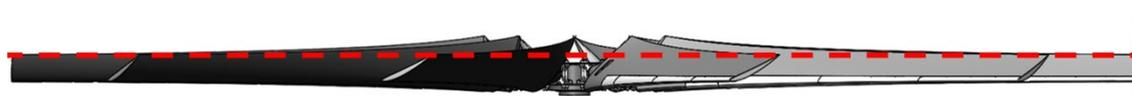

Figura 18 - Variação vertical
A fixação da pá também deve ser feita observando uma variação máxima na posição vertical (ponta da pá em relação ao plano rotacional) de $\pm 2 1/4''$ (\pm 57,2mm) conforme **Figura 18**. O plano rotacional é definido por um plano que contém todos os vértices dos bordos de fuga das pás. Uma maneira de verificar essa tolerância é girando o ventilador e marcando a altura de cada vértice do bordo de fuga no difusor na mesma posição e, em seguida, medindo a distância entre os dois extremos. Esta distância não deve exceder $4 1/2''$.
- Verifique se todas as pás possuem a mesma altura de ponta dentro da tolerância da **Figura 18 - Variação vertical**;